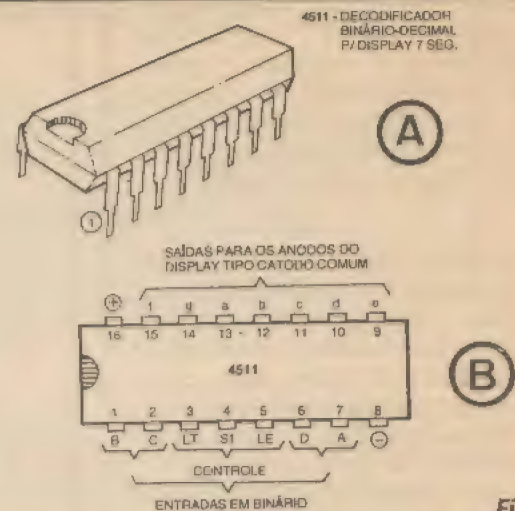

Fig. 12
- **FIG. 12 - EXEMPLO DE INTEGRADO DECODIFICADOR P/DISPLAY...**